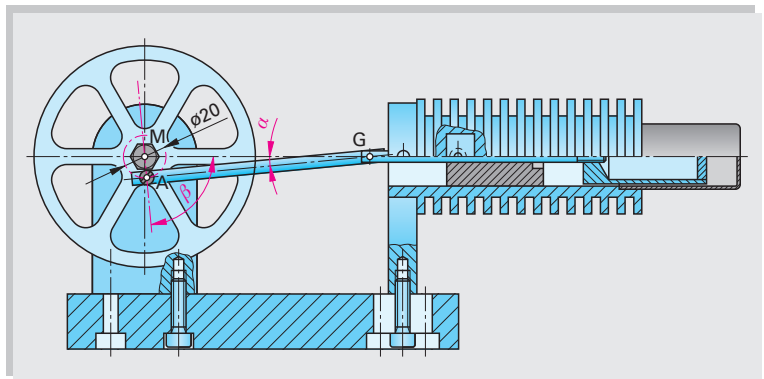

Bild 5: Stirling-Motor
- Stirling-Motor (Bild 5):** Für $\beta = 77,85^\circ$ erhält man den größten Wert für den Winkel α . Wie groß ist α in Grad und Winkelminuten?